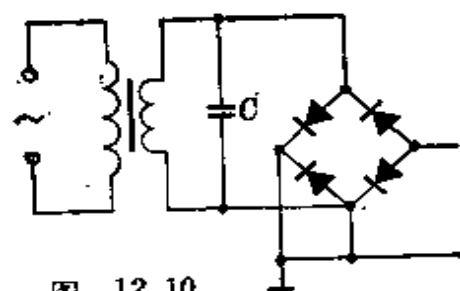

图 12-10
(1) 电源变压器加静电隔离层。方法已在前面介绍过了。
(2) 电源变压器次级加旁路电容  $C$ ，如图 12-10。如果用的变压器是旧的，原来没有静电隔离